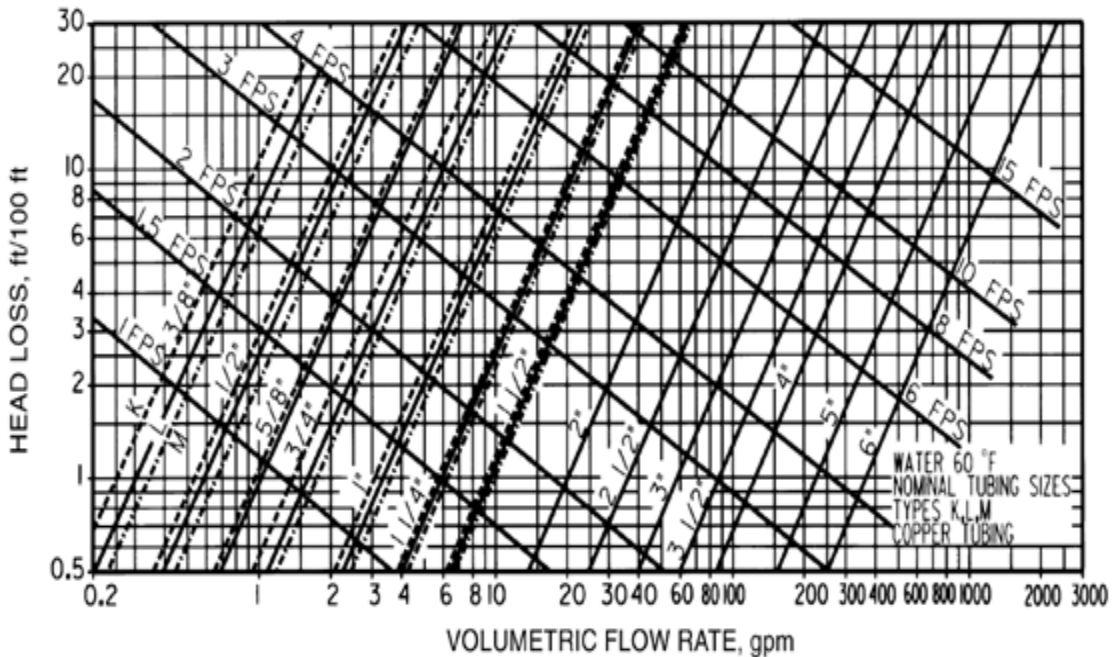

Fig. 2: Pérdida por fricción para el agua en tubería de cobre (Tipo K, L, M)
1.- Utilizando directamente la tabla 1, la cual requiere como dato de entrada el caudal solicitado para la selección del diámetro de la tubería, los valores de la tabla 1 se obtienen de la fig. 1 y fig. 2.